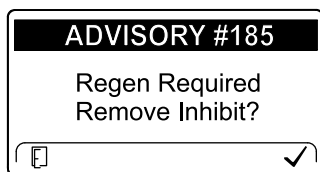

Bild 45
**Hinweis:** Wenn Sie im InfoCenter das Verhindern der Zurücksetzen-Regenerierung eingestellt haben, wird ADVISORY#185 (Bild 45) alle 15 Minuten im